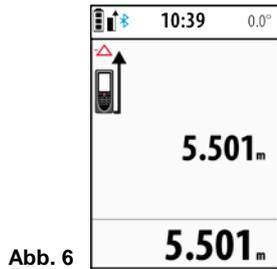

Abb. 6
- Standardmäßig erfolgt die permanente Anzeige der Neigung in der Einheit Grad oder mm/m im Display oben rechts (Abb. 6). Mit dem Neigungswinkel und der Spurweite kann die Gleisüberhöhung berechnet werden.
- Bluetooth®-Verbindung zu Laptop, Tablet oder Smartphone herstellen. Ein blaues Bluetooth®-Symbol erscheint oben links im Display (Abb.6).
- Li-Ionen-Akku spätestens laden, wenn das Batteriesymbol oben links im Display (Abb. 6) blinkt oder nach längerer Lagerzeit des FM5-BT.